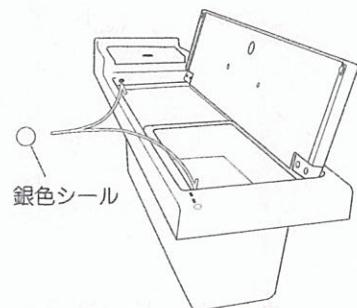

図8-5-3
③蓋の取付けに必要な穴に化粧品ボックスに同梱している銀色シールを貼付けてください。（図8-5-3）